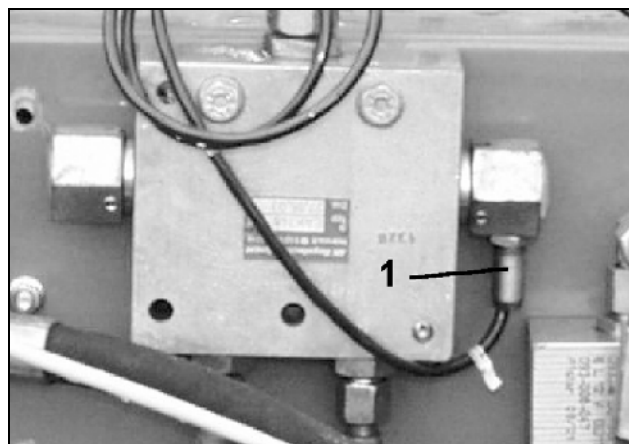

Fig. 63
- con trazadores de huella, de los sensores (Fig. 63/1) al cambiar el trazador de huella